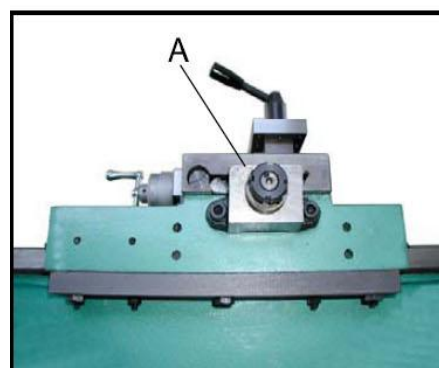

Рис. 25
1. Выверните винт (А, рис. 25), удерживающий гайку в нужном положении.